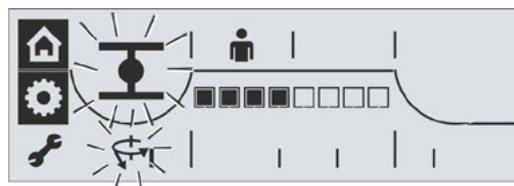

Рис. 2: Меню ‚Параметры‘ активно
5. Подтвердите выбор: нажмите кнопку Drive Controller. Привод находится в меню ‚Параметры‘, знак „ключ“ горит постоянно, и мигает знак первого параметра, здесь: крутящий момент в положении ЗАКРЫТО (рис. 2).